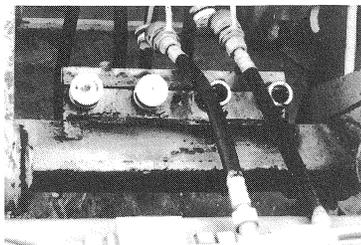

fig. 24
- (4) Enlever les chapeaux antipoussières des accouplements rapides (fig. 24).